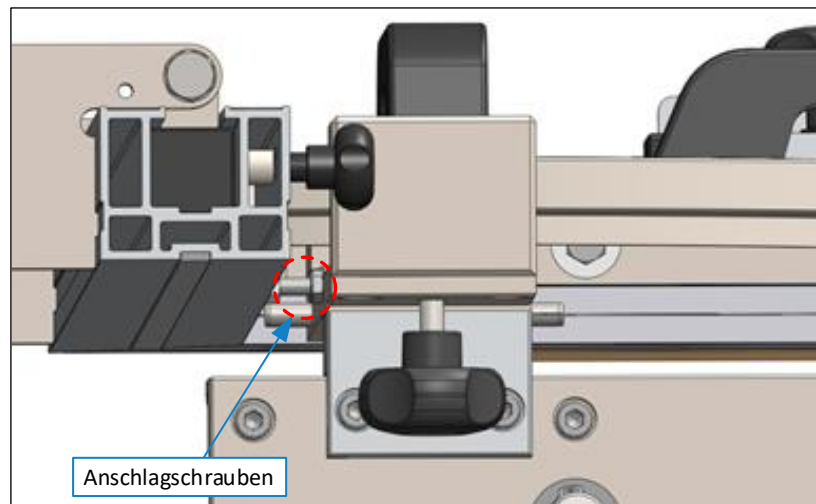

Abbildung 5: DSG-D justieren (2)
2. Den Anschlag nun in Richtung 0 (\triangleq 90°) schwenken, bis die Anschlagsschrauben anliegen (⇒ Abbildung 5).
Durch Betätigen der *-Taste wird die Anzeige auf den Wert 0,00 gesetzt. Dies kann bei jeder beliebigen Gradeinstellung des Anschlages erfolgen. Um die Anzeige wieder in ihren ursprünglichen Stand (0,00 bei 0° bzw. 90° Stellung) zu versetzen, den Anschlag gegen die Anschlagschrauben (siehe ⇒ Abbildung 5) schwenken und dann die *-Taste betätigen.